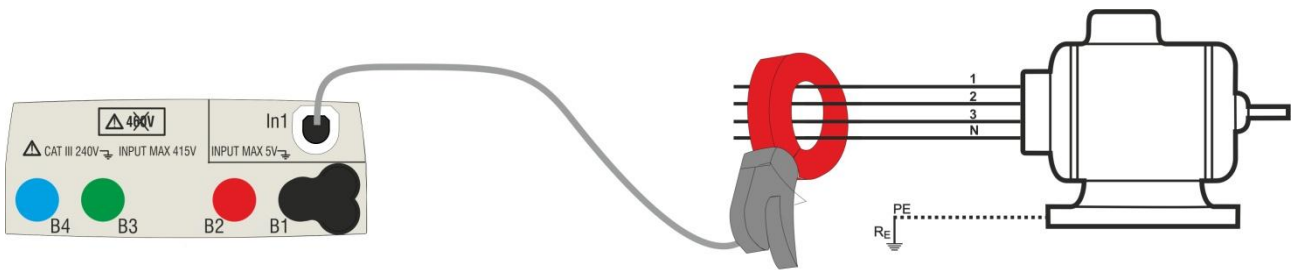

Fig. 23: Medição indirecta da corrente de fuga em instalações trifásicas
4. Para medições indirectas da corrente de fuga ligar a pinça externa de acordo com a Fig. 23 . Para medições directas da corrente de fuga ligar a pinça de acordo com a Fig. 24 e desligar as eventuais ligações adicionais de terra que poderão influenciar os resultados do teste.